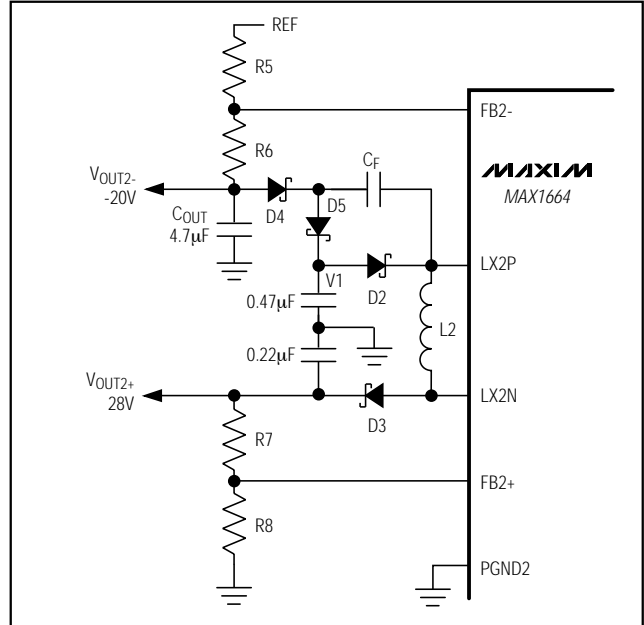

図6. VOUT2-電圧ダブルチャージポンプ
-20Vまでの負電圧を必要とするアプリケーションでは、 $V_{OUT2}$ 出力に反転チャージポンプブロックを追加できます(図6)。CF及びCOUTの標準的な値は、それぞれ